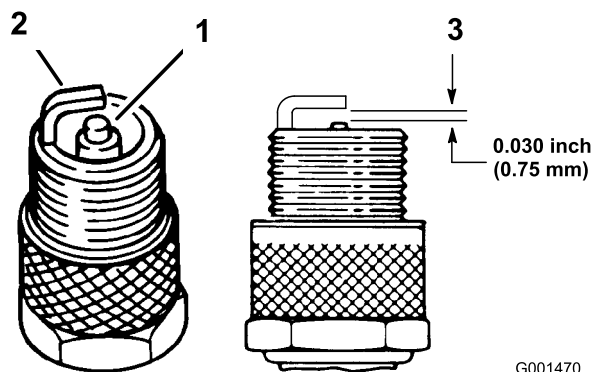

Figura 39
1. Controllate il centro della candela (Figura 39). Se l'isolatore è di color marrone chiaro o grigio, il motore funziona correttamente. Una patina nera sull'isolatore significa in genere che il filtro dell'aria è sporco.
3. Controllate la distanza tra gli elettrodi centrale e laterale (Figura 39).
Nota: Piegate l'elettrodo laterale (Figura 39) se la distanza non è corretta.
3. Collegate il cappellotto alla candela (Figura 39).